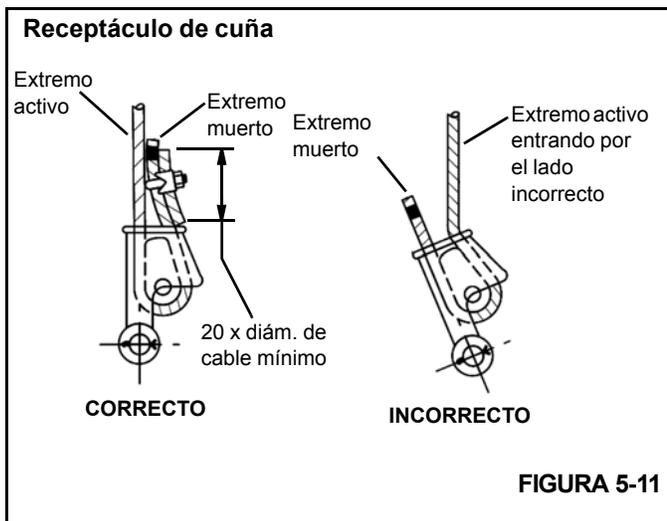

FIGURA 5-11
3. Verifique que el extremo activo (Figura 5-11) del cable quede directamente en línea con las orejetas del receptáculo y con la dirección de la tracción que se aplicará al cable. Si el cable se instala de modo incorrecto en el receptáculo, se producirá un doblez en el punto que el cable sale del receptáculo, y el borde del receptáculo desgastará el cable, causándole daños y la falla eventual del mismo.
4. Inserte el extremo del cable en el receptáculo, forme un lazo con el cable y devuelva el cable a través del receptáculo, permitiendo que el extremo muerto (Figura 5-11) sobresalga del receptáculo. Verifique que el extremo muerto del cable tenga un largo suficiente para aplicarle un dispositivo de terminación al extremo después de haber asentado la cuña.